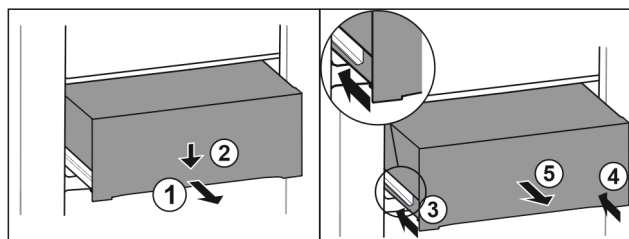

Fig. 185
- ▶ Izvucite ladicu na pola. Fig. 185 (1)
- ▶ Pritisnite ladicu naprijed prema dolje. Fig. 185 (2)
- ▶ Gurnite lijevu vodilicu za oko 2 cm. Fig. 185 (3)
- ▶ Gurnite desnu vodilicu za oko 2 cm. Fig. 185 (4)
- ▶ Izvadite ladicu prema naprijed. Fig. 185 (5)